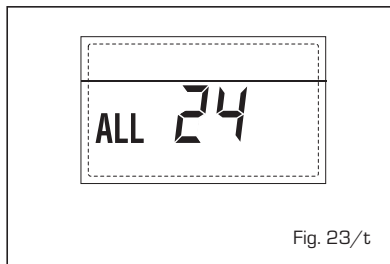

Fig. 23/t
- **ANOMALÍA AVERÍA SONDA CALENTADOR SOLAR S2 "ALL 25"** (fig. 23/u)